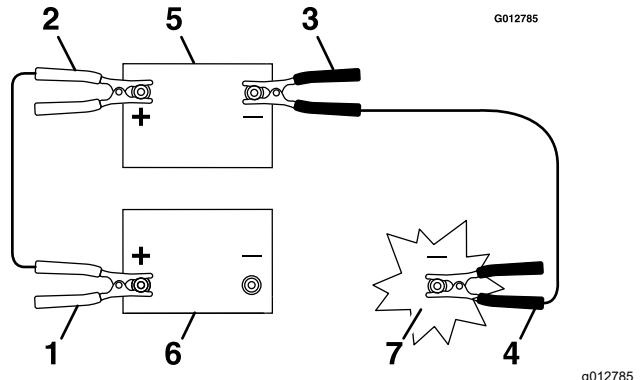

Figura 47
- Conecte el cable positivo (+) al borne positivo (+) de la batería descargada que está conectado al motor de arranque o al solenoide, como se indica en la Figura 47.